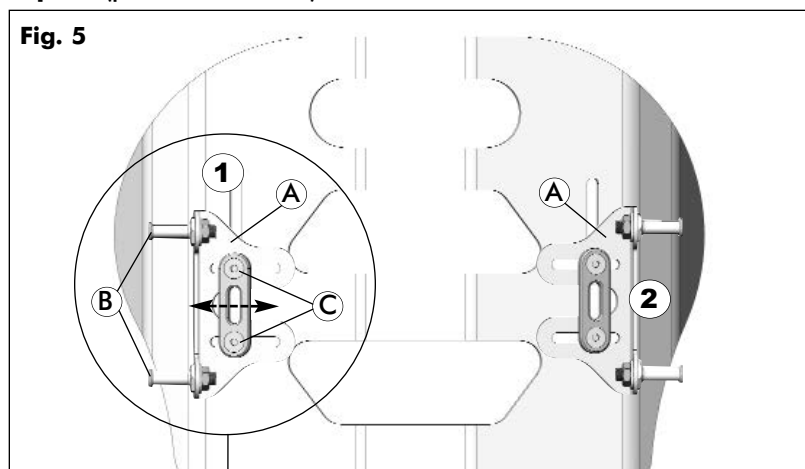

Fig. 5
- 1 Prima di installare lo schienale Invacare® MatrX® MX2 (vedere la Fig. 5):